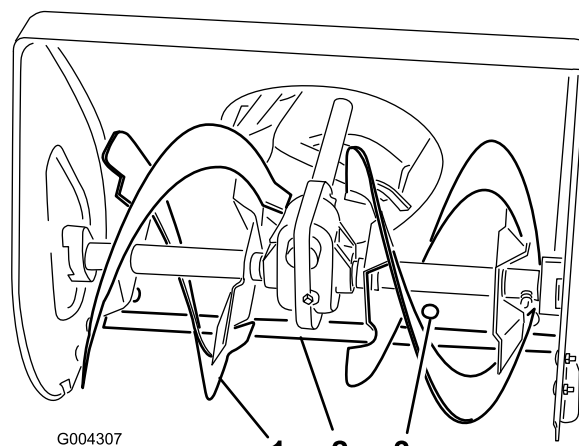

Figura 22
1. Piastra laterale della coclea (2)
2. Dadi flangiati (4)
3. Slitta (2)
4. Sostenete le pale della coclea in modo che si trovino a 3 mm da terra (Figura 22).
- Per regolare il raschiatore allentate le cinque viti di montaggio (Figura 22), regolate il livello del raschiatore e serrate le viti.